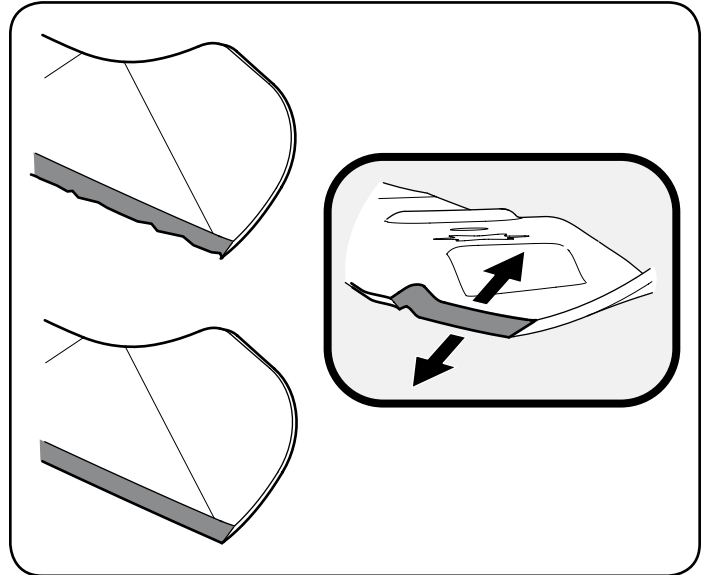

Figura 33
4. Para afilar las cuchillas de corte de forma adecuada, extraiga cantidades iguales de metal de ambos extremos de las cuchillas a lo largo de los bordes cortantes, paralelo al borde de caída y a un ángulo de 25° a 30°. Afíle siempre cada borde de las cuchillas de corte de forma pareja para mantener un equilibrio adecuado entre las mismas. Vea la Figura 33.